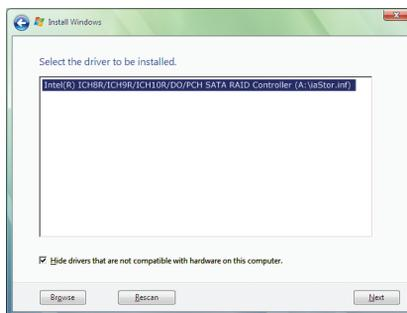

Figure 7
Lorsqu'un écran comme celui dans la Figure 7 apparaît, sélectionnez **Intel(R) ICH8R/ICH9R/ICH10R/DO/PCH SATA RAID Controller (A:\iaStor.inf)** et cliquez sur **Next**.